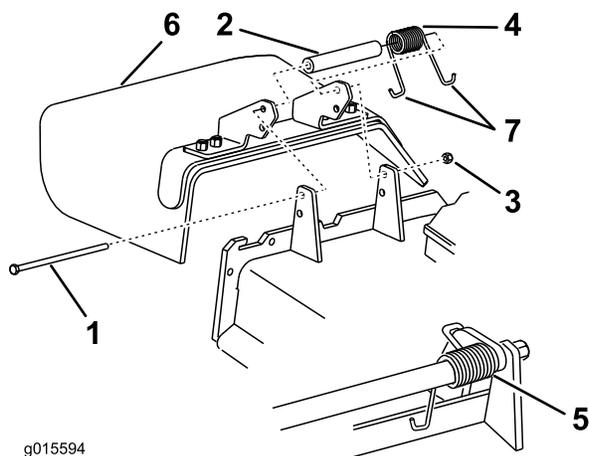

Figura 62
- Retire la contratuerca, el perno, el muelle y el espaciador que sujetan el deflector a los soportes de pivote (Figura 62).
**Nota:** Asegúrese de colocar un extremo en **J** del muelle detrás del reborde de la carcasa antes de instalar el perno, según se muestra en la Figura 62.
6. Coloque un extremo en **J** del muelle alrededor del deflector de hierba (Figura 62).